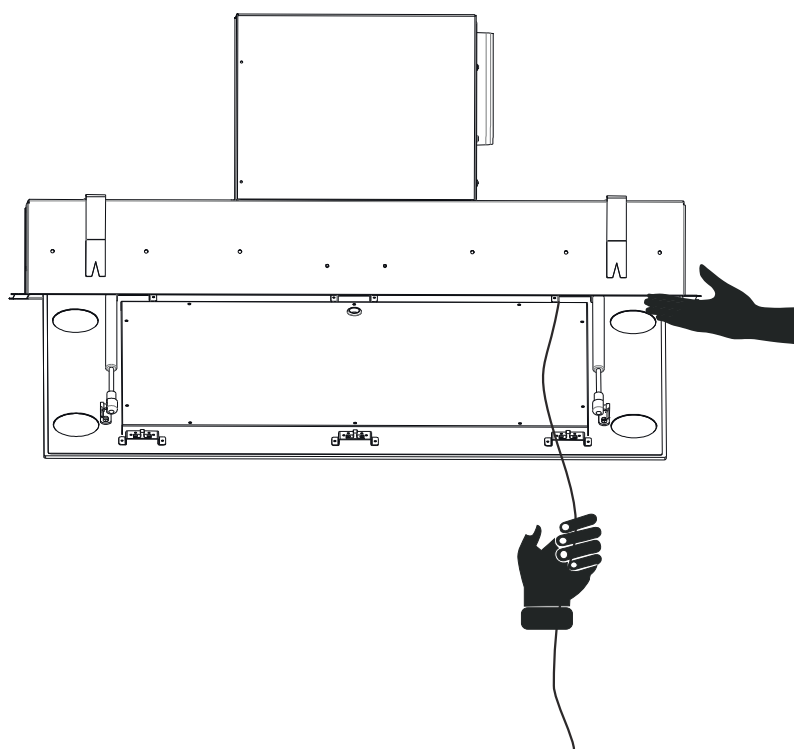

Fig. 12
- 6.** ➤ For at hæve emhætten ved brug af stålwirer; løft emhætten med en hånd på den korte side og træk nu i stålwirerne en efter en. Gør nu dette på skift på emhættens korte sider. For hver gang der trækkes i stålwirerne, låser sikkerhedslåsen stålwiren fast (Fig. 12).